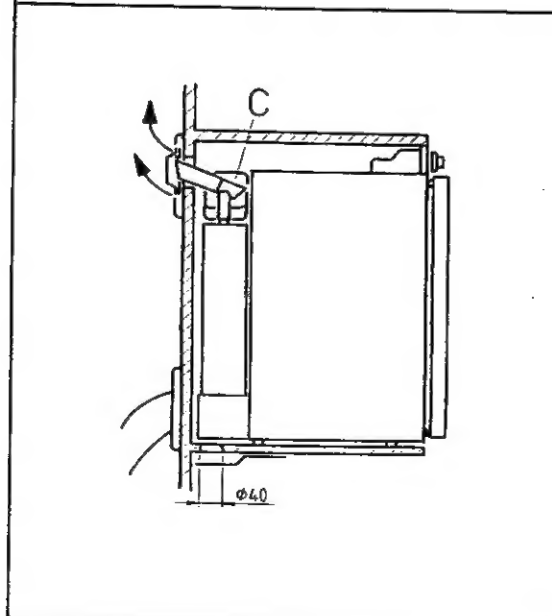
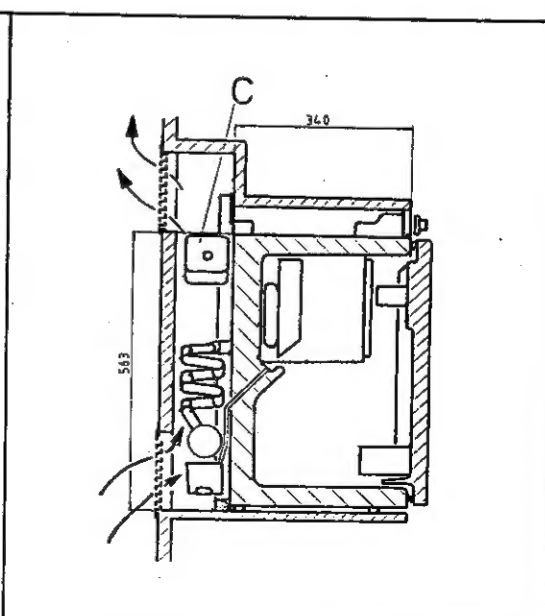

Fig. 9
Fig. 10
L'aerazione del gruppo si svolge tramite due aperture nelle pareti della roulotte, (Fig. 10). L'aria fredda entra per sotto e esce riscaldata per l'apertura superiore.
L'apertura inferiore verr montata al di sopra del bordo inferiore della nicchia e quella superiore più alta possibile al di sopra del condensatore (C) del gruppo refrigerante, per almeno come dimostrata in fig. 9 e meglio ancora come in fig. 10.
Scarico dei gas de combustione (Alt. I), Fig. 10.
Il passaggio per l'aerazione sul retro della nicchia é delimitato dalla parete della roulotte e dal retro del frigorifero, vedere fig. 10. Il condotto di aerazione deve essere completamente separato dall'interno della roulotte. Né i gas di scarico, né l'aria che passa attraverso le bocche di aerazione nella parete della roulotte devono poter penetrare all'interno della roulotte.
Scarico dei gas de combustione (Alt. II), Fig. 9.
Quando ce ne sia la possibilit (il refrigeratore è incorporato sotto il piano di lavoro), pu essere una buona soluzione installare una griglia di ventilazione al di sopra del condensatore (C, fig. 9).